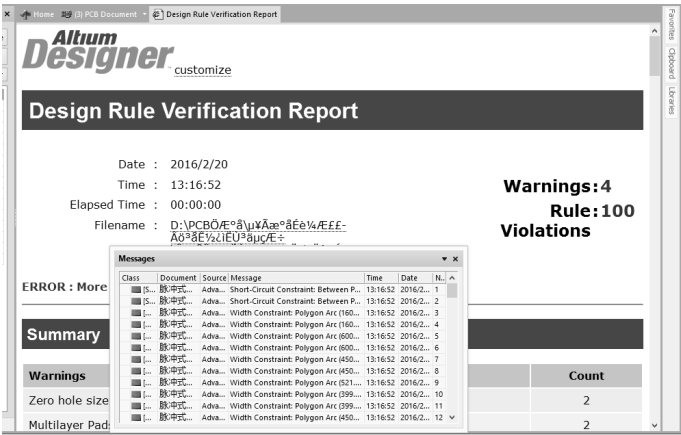

图 3.5.23 规则检查报告
(3) 运行 DRC 检查和生成检查报告。单击“设计规则检查器”对话框左下角的“Run Design Rule Check(运行设计规则检查)”按钮,系统就开始对电路进行 DRC 检查。检查结束后,弹出错误信息窗口,包括所违反的设计规则的种类、所在文件、错误信息、序号等,并生成规则检查报告“*.Html”,如图 3.5.23 所示。
(4) 在错误信息窗口中,双击某一条信息,则该错误将自动放大定位到 PCB 编辑区的中心位置,以便于修改。违反规则的部分将以绿色显示。
(5) 修改完毕后,再重新运行 DRC 检查,直到没有错误为止。